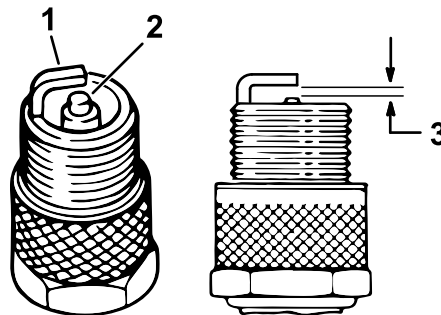

Figura 41
4. Verifique o estado dos eletrodos lateral e central, bem como do isolante do eletrodo central, certificando-se de que não se encontram danificados (Figura 41).
5. Ajuste a folga existente entre a zona central e lateral dos eletrodos para **1 mm para modelos com EFI** e para **0,76 mm para modelos com carburador** como se mostra na Figura 41.